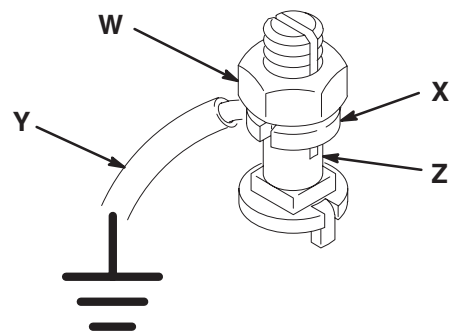

Fig. 1
1. **Bomba:** utilice un cable con conexión a tierra y una brida. Vea la Fig. 1.
Afloje la tuerca de bloqueo (W) y la arandela (X) de la terminal de tierra. Introduzca un extremo de un cable a tierra (Y) de un mínimo de 1,5 mm@ en la ranura de la terminal (Z) y después apriete firmemente la tuerca de bloqueo. Vea la Fig. 1. Conecte el otro extremo del cable a una conexión de tierra real. No de pedido de la pieza. 222-011 Cable con conexión a tierra y brida.